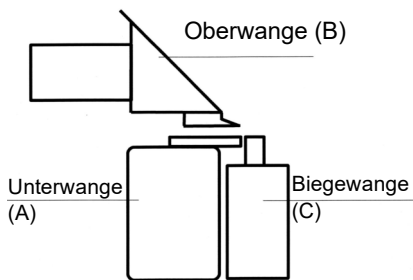
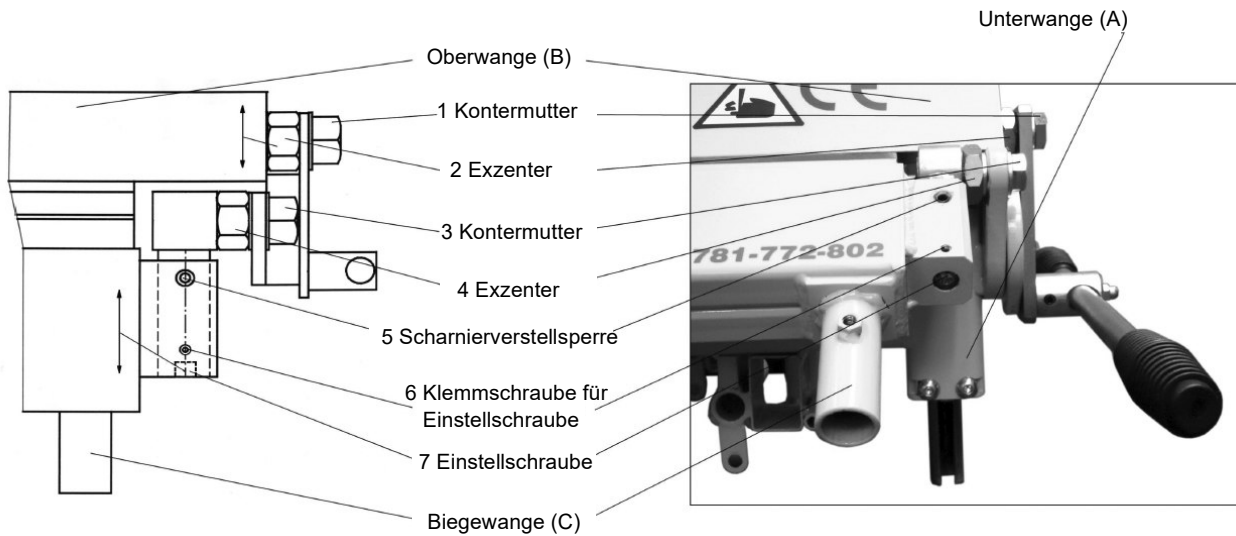

Abb.7-1: Konstruktionsweise
Abb.7-2: Einstellung
Schritt 2: Durch Drehen des Exzenter (Pos. 2, Abb. 7-2) wird die Oberwange (Pos. B, Abb. 7-1) angehoben oder abgesenkt.
Schritt 3: Nach Beendigung der Einstellung die Kontermutter (Pos. 1, Abb. 7-2) anziehen.
Schritt 1: Die Kontermutter (Pos. 3, Abb. 7-2) lösen.
Schritt 2: Durch Drehen des Exzenter (Pos. 4, Abb. 7-2) wird der Abstand der Biegewange (Pos. B, Abb. 7-1) zu der Kante der Unterwange (Pos. A, Abb. 7-1) eingestellt.
Schritt 4: Scharnierverstellsperrle (Pos. 5, Abb. 7-2) und Anschlag der Einstellschraube (Pos. 6, Abb. 7-2) lockern.
Schritt 5: Durch Drehen der Einstellschraube (Pos. 7, Abb. 7-2) die Biegewange absenken oder anheben.
Schritt 6: Nach Beendigung der Einstellung die Scharnierverstellsperrle (Pos. 5, Abb. 7-2) und den Anschlag der Einstellschraube (Pos. 6, Abb. 7-2) anziehen